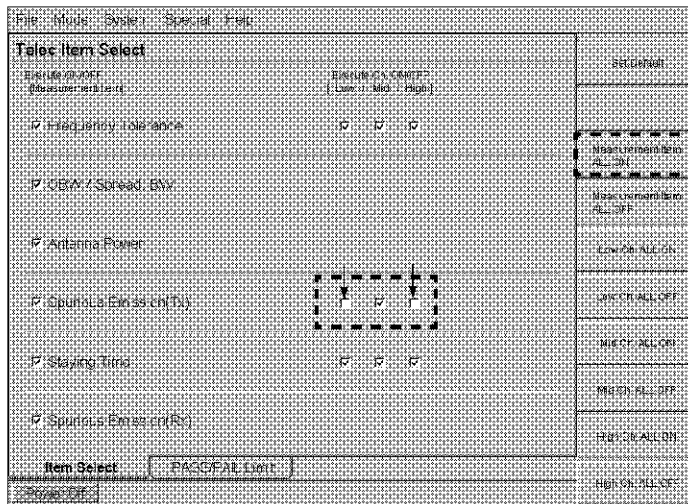

図 2-34 Telec Item Select 画面
4. すべての測定項目を実行するように、図 2-34 の **Measurement Item All ON** を押します。さらに、全測定項目のうち Spurious Emission(Tx) の測定で Mid Ch. のみを実行するように、図 2-34 に矢印で示したチェック・ボックスをクリックすることでチェック・マークが外れ、Low Ch. および High Ch. の測定が実行されなくなります。